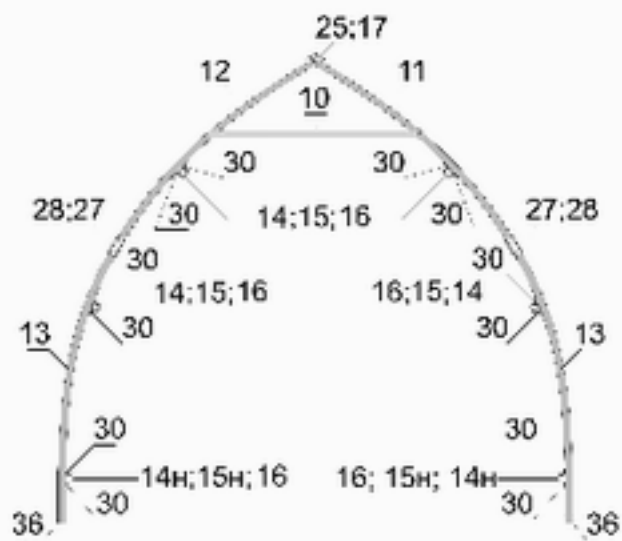

Рис. 2 Арка
3.3.1. Соедините дуги №11 и №13, используя вставки №27 с накладками №28 (рис. 2; 6).